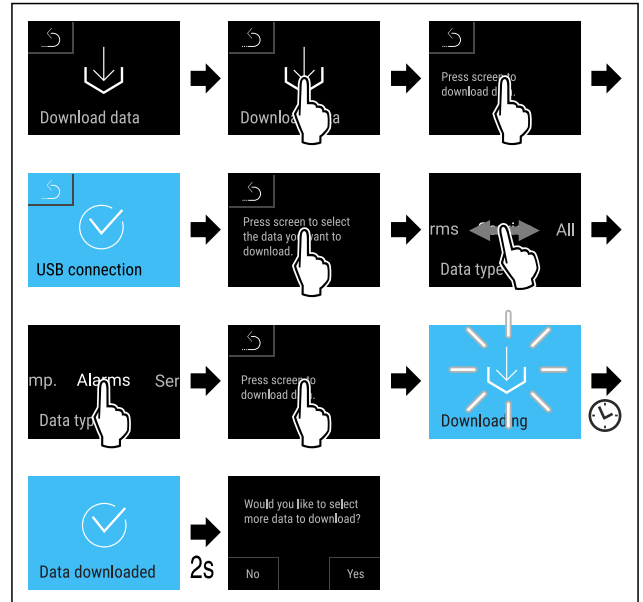

Fig. 136
- ▶ Efectuați pașii de acțiune (vezi Fig. 136).